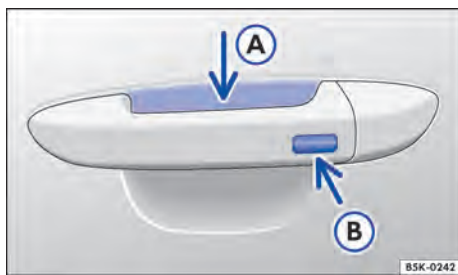

Fig. 58 En la manilla: superficies sensoras.
- Toque la superficie sensora → fig. 58 (A) situada en el lado interior de la manilla de la puerta del conductor o del acompañante.
- Bloquee el vehículo con la tecla (E) de la llave del vehículo.
- Adicionalmente, antes de que transcurran 5 segundos, toque una vez el sensor del lado exterior de la manilla de la puerta → fig. 58 (B). Al hacerlo, no agarre la manilla.